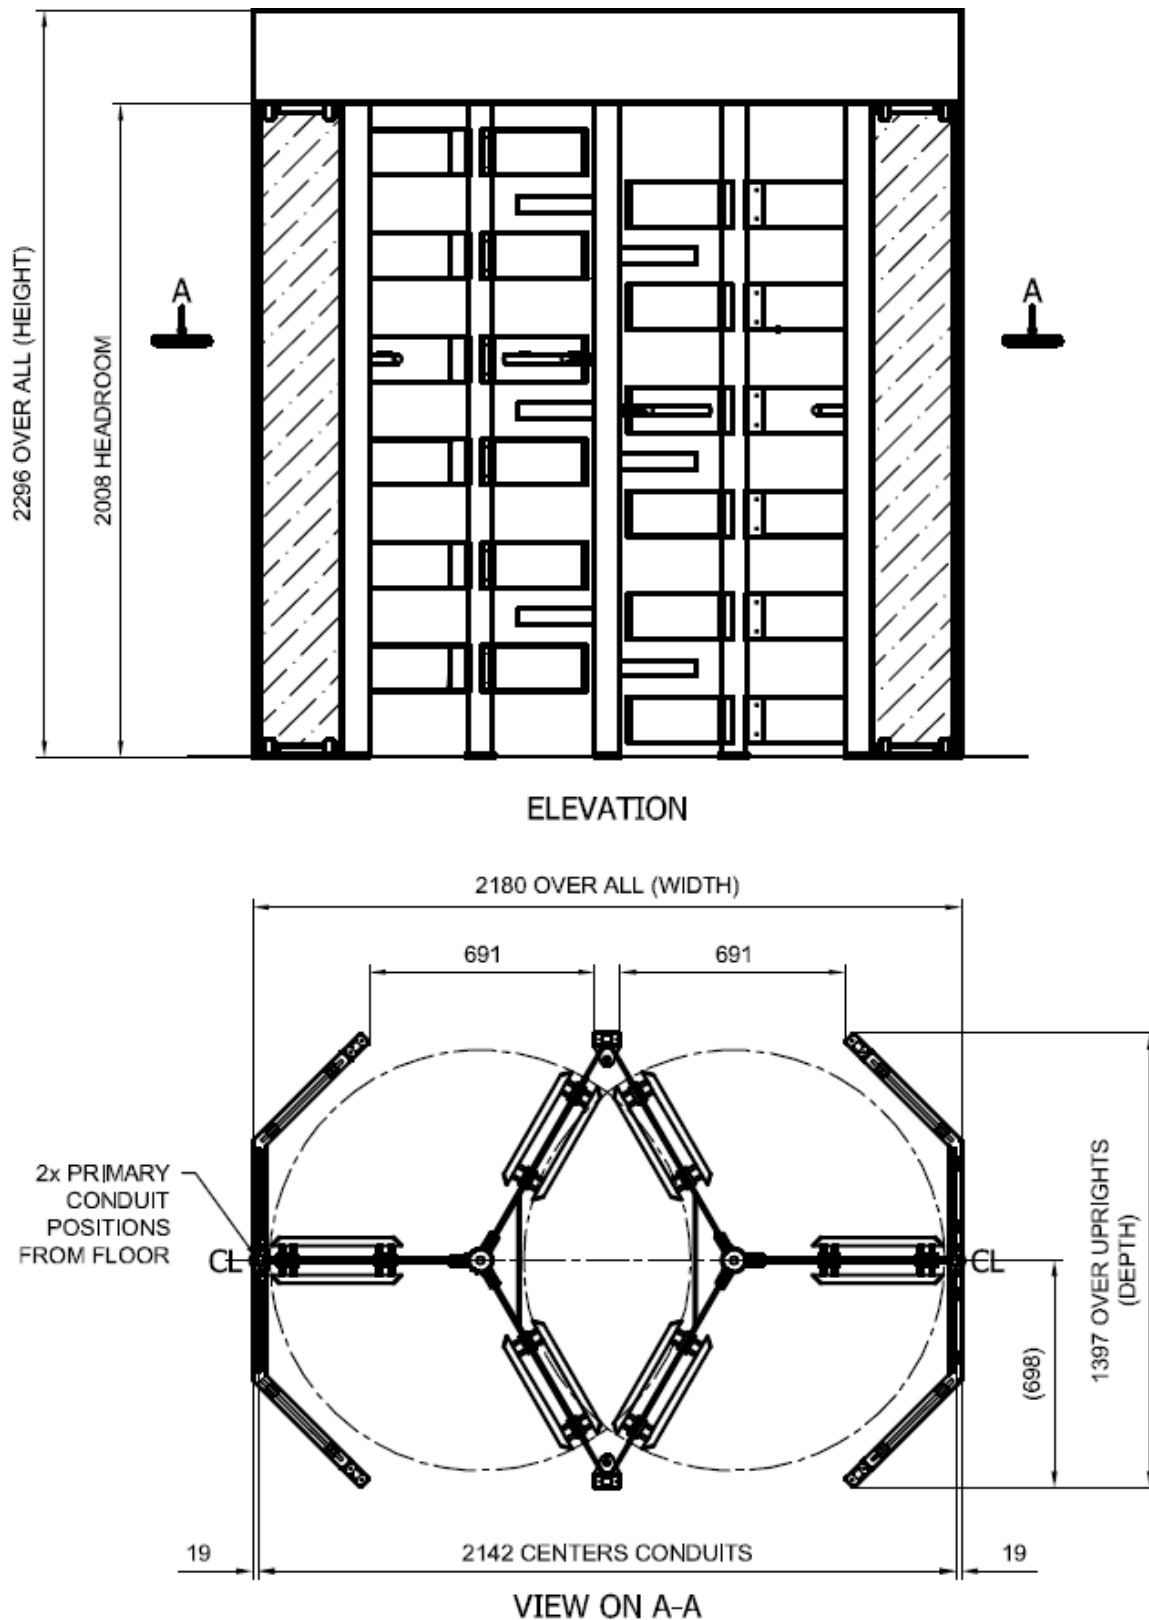
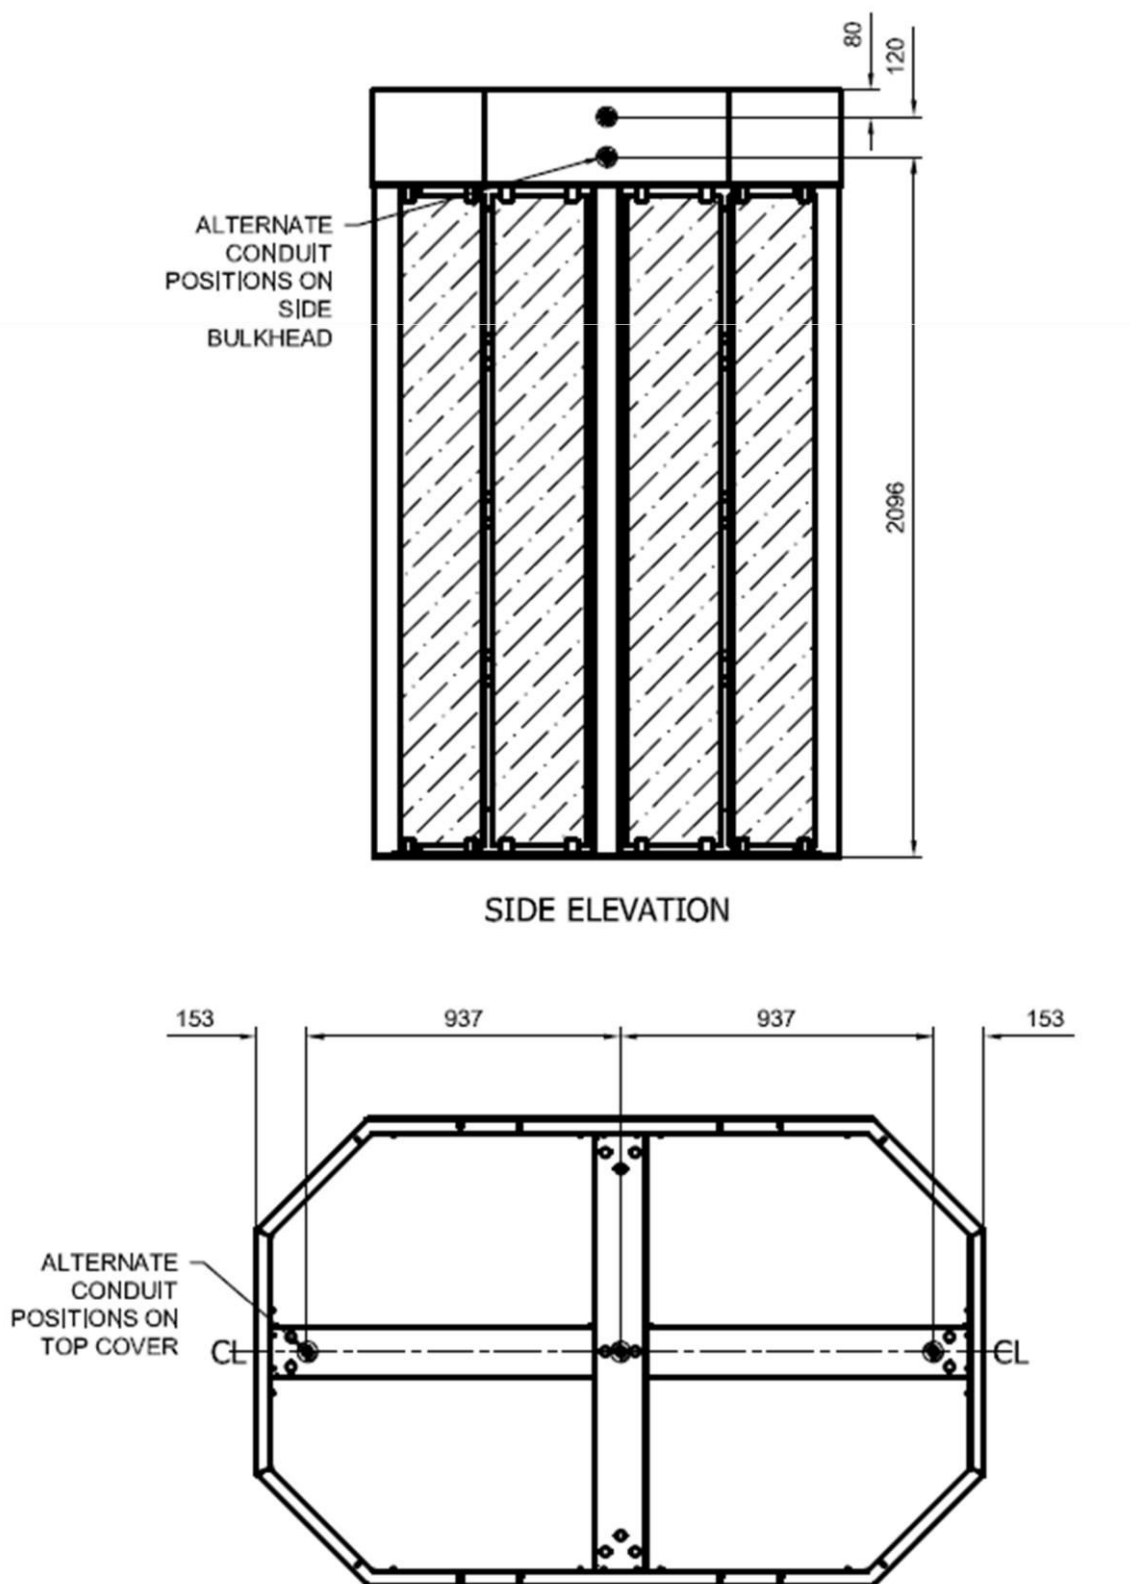

Abbildung 6: Layout und Leitungen eines achteckigen Doppeldrehkreuzes
Abbildung 7: Alternierende Leitungen mit doppeltem Drehkreuz
- 6.4. Die Kernpositionen des doppelten achteckigen Glasdrehkreuzes befinden sich hauptsächlich an der Basis, 1360 mm voneinander entfernt, wie in **Abbildung 6: Layout und Leitungen des achteckigen Doppeldrehkreuzes gezeigt**. Es gibt alternative Einführungspunkte für Rohre an der seitlichen oberen Stirnwand und in den oberen Hohlraum von der Abdeckplatte, die in **Abbildung 7 dargestellt ist: Alternative Rohre mit doppeltem Drehkreuz**.